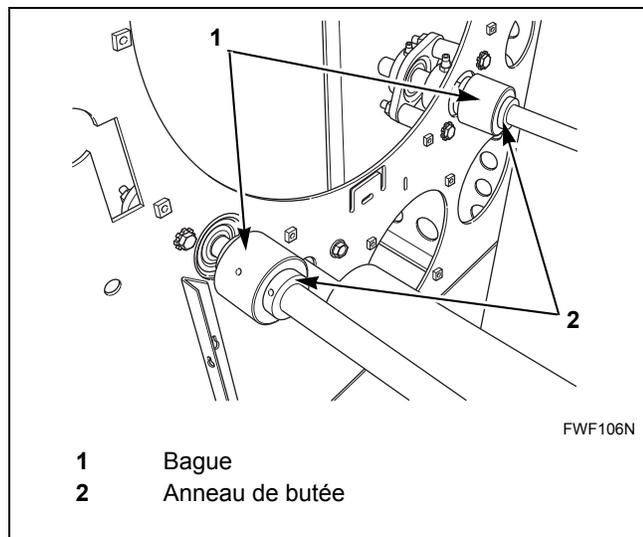

Figure 37
1. Des bagues sont montées sur la tige. Deux anneaux de butée sont placés de chaque côté des bagues pour éviter tout mouvement. Se reporter à la *Figure 37*.